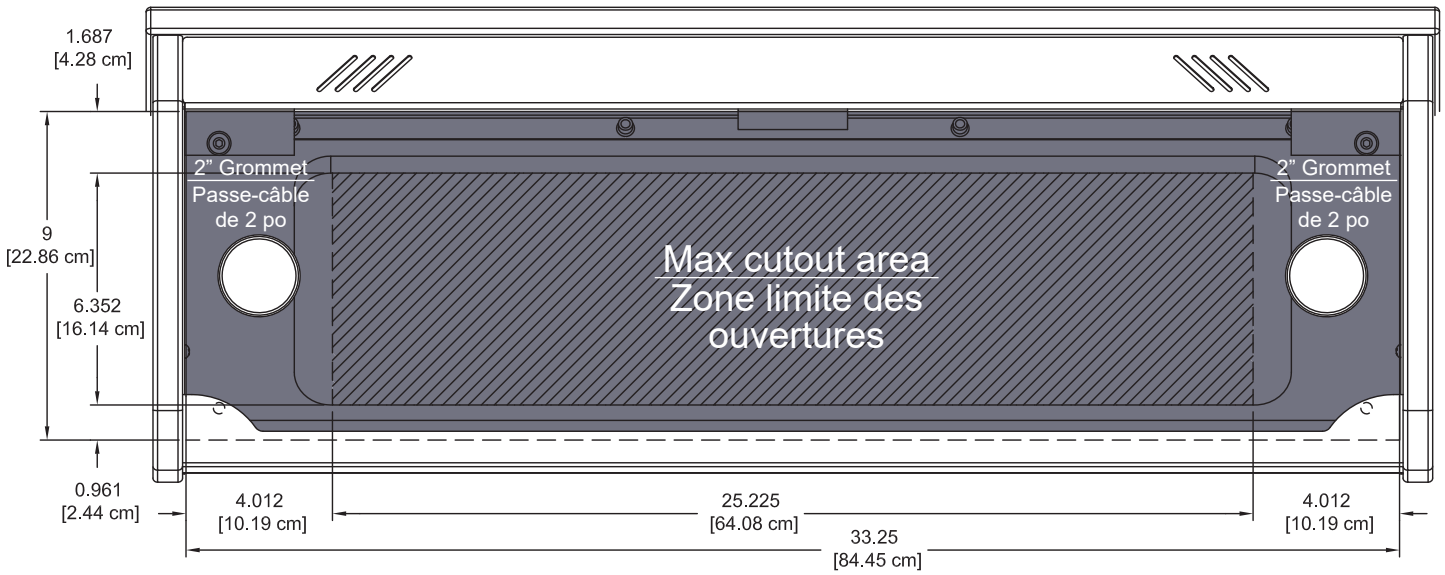

**Figure 9.1**
- To remove the overbridge insert panel, remove the (2) 1/4-20 x 35mm JC bolts with a 4mm hex wrench and lift out the panel. **Figure 9.1.**
- Pour retirer le panneau superposé, dévisser les deux (2) boulons JC 1/4-20 x 35 mm à l'aide d'une clé hexagonale de 4 mm, puis le soulever. **Figure 9.1.**